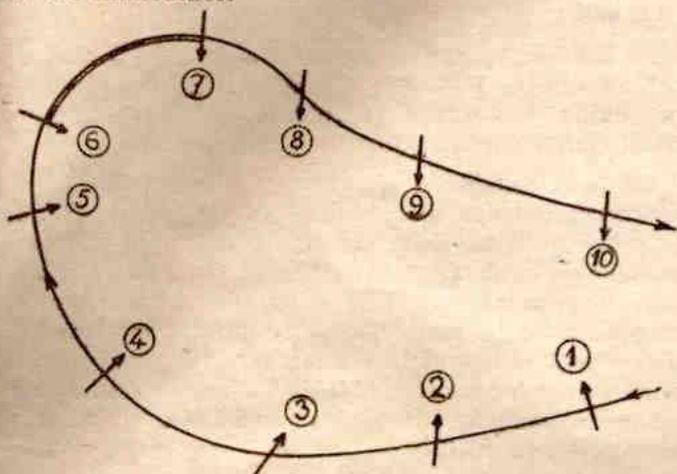

Fig. 42. — Manœuvre pour passer du vol normal au vol sur le dos.
La manœuvre la plus simple consiste à commencer un looping comme vous en avez l'habitude, mais arrivé sur le dos au point (7) (fig. 42) vous laissez l'appareil repartir vers la droite pilotant de la main gauche.
On peut considérer que cette figure est obtenue par la succession des manœuvres des fig. 42 et 43. Mais je pense qu'il ne doit pas être possible de changer le manche de main assez rapidement. On doit avoir avantage à prendre, avant le début de la manœuvre, le manche avec la main droite retournée, c'est-à-dire le pouce vers le bas et la paume vers la droite. On peut ainsi suivre les mouvements de l'avion en tenant facilement le manche dans les directions données par les figures 42 et 43.
Cette façon de faire peut aussi être préférable pour réaliser simplement la mise sur le dos (fig. 42). Je ne l'ai pas mentionnée plus haut car la méthode qui a été conseillée permet une progression plus suivie de l'entraînement.